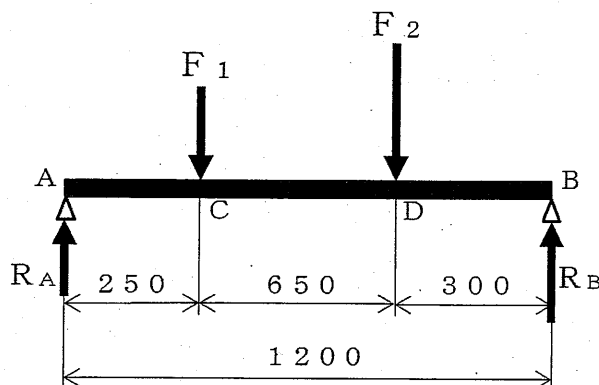
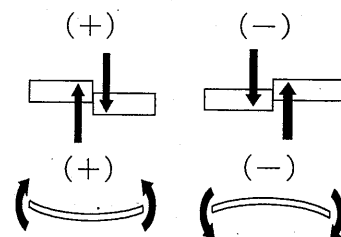

図 1
図 2
- (3) モジュール 2 [mm]、歯数 45 の平歯車の基準円直径 [mm] とピッチ [mm] を求めよ。ただし、 $\pi = 3.14$ として計算せよ。なお、基準円直径については整数、ピッチについては小数第 2 位まで求めることとする。
- (4) 図 1 は、2 つの集中荷重 F_1 と F_2 が加わっている長さ 1200 [mm] の単純支持ばりである。 F_1 の荷重が 300 [N]、 F_2 の荷重が 400 [N] のとき、反力 R_A [N]、 R_B [N] を求めよ。また、C 点と D 点の曲げモーメント M_C [N・mm]、 M_D [N・mm] を求めよ。なお、せん断力、曲げモーメントの符号は図 2 のとおりとする。